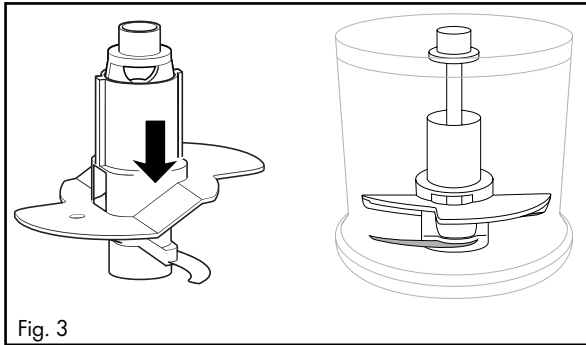

Fig. 3
- Pentru 200 ml de frișcă rotiți paletetele ⑩ orizontal la 180° (fig. 2), astfel încât acestea să nu se mai sprijine decât pe un cuțit ⑦ și să se fixeze (fig. 3). Astfel, acestea se vor ridica prin frișcă: